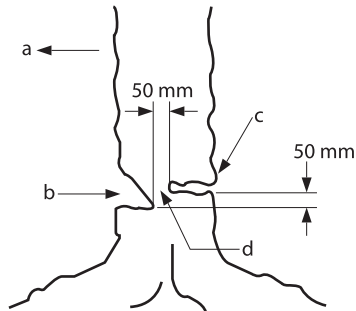

Abb. 21
Sägen Sie im rechten Winkel zur Fallrichtung eine Kerbe mit einer Tiefe von 1/3 des Baumdurchmessers, wie in Abb. 21 gezeigt.
1. Setzen Sie den Fällschnitt mindestens 50 mm oberhalb des waagrechten Kerbschnitts an, wie in Abb. 21 gezeigt.